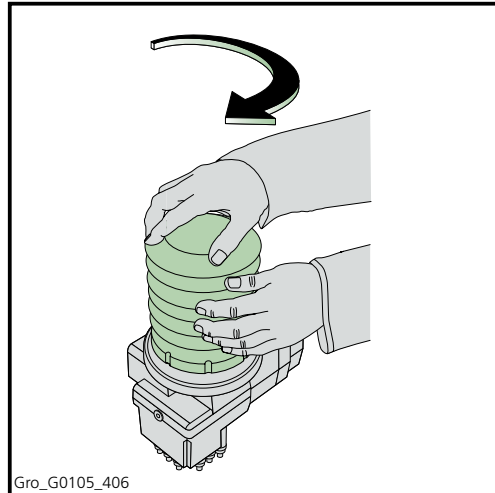

Abbildung 4.7 Einsetzen einer neuen Fettkartusche
4. Nehmen Sie die neue Fettkartusche, schrauben Sie den Verschluss ab, entfernen Sie dabei jedoch nicht die Schutzfolie. Schrauben Sie die Kartusche im Uhrzeigersinn auf die Pumpe (Abbildung 4.7). Die Schutzfolie wird automatisch entfernt, sobald Sie die Kartusche auf die Pumpe schrauben.